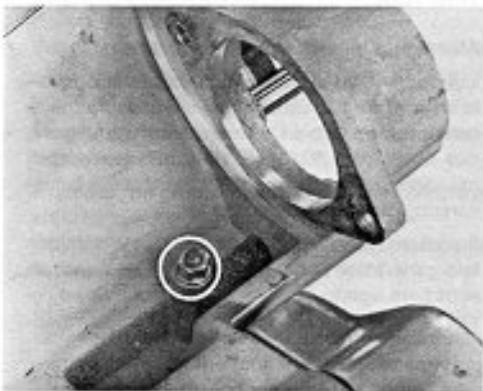

Fig. 148
- Svitare il dado posto nell'alloggiamento del motorino di avviamento (Fig. 148).
- Undo the nut located inside the starting motor housing (Fig. 148).